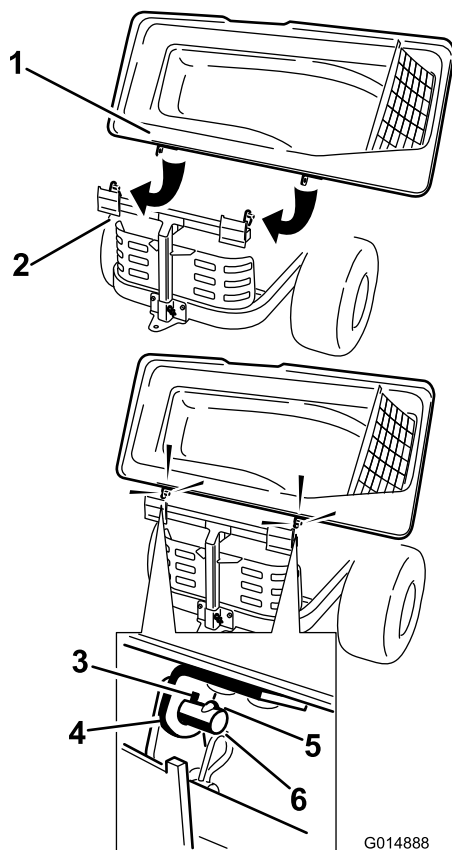

Figure 21
2. Faites pivoter le couvercle pour aligner les trous de clavettes dans les supports supérieurs du collecteur sur les clavettes des montants du cadre (Figure 21).